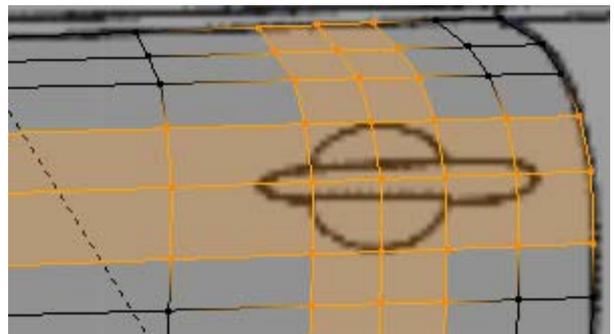

Figura 4.172
2. Insira especificamente três contornos transversais e três longitudinais centrados na cavidade do manípulo, enquadrando as suas fronteiras, **[Ctrl]+[R]**, figura 4.172.